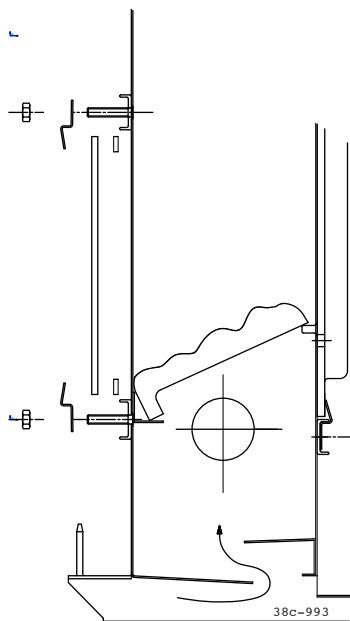

fig. 3
- Places soigneusement les nouveaux charbons sur le support dans la chambre de combustion (fig. 3)